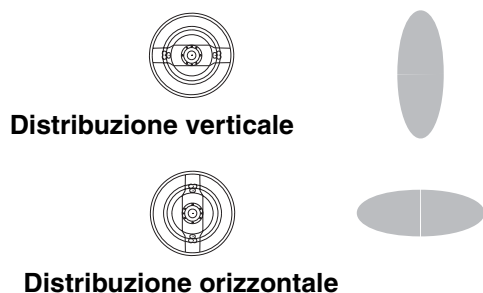

Fig. 11. Posizioni del cappello aria
2. Dopo aver allentato l'anello di ritenzione, ruotare il cappello aria per un getto di spruzzatura verticale o orizzontale. Vedere Fig. 11. Serrare fermamente l'anello di ritenzione fino a quando il cappello aria non viene mantenuto fermamente in posizione; non deve essere possibile ruotare le alette del cappello aria a mano.